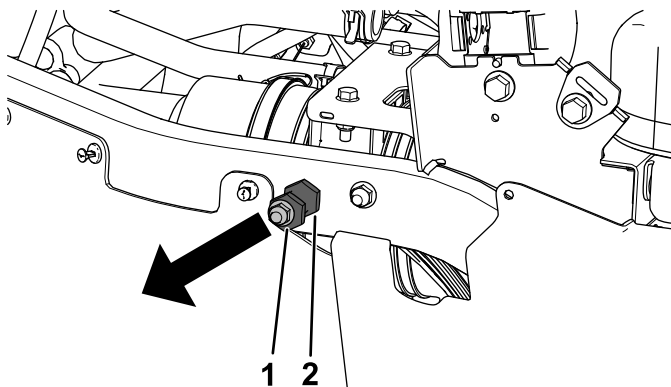

Figure 11
4. Retirez le contre-écrou ( $\frac{3}{8}$  po) et la goupille de verrouillage des tubes arrière droit et gauche du cadre (Figure 11).